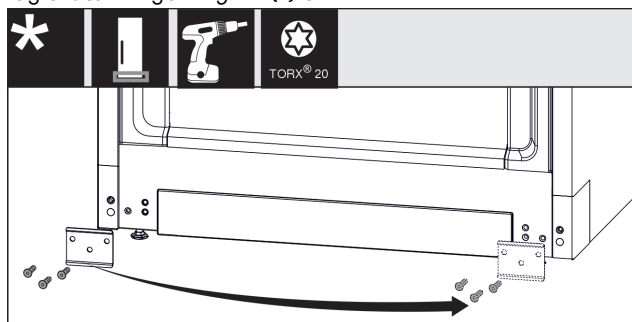

Fig. 15
- ▶ Skru pladen Fig. 15 (1) af, flyt den til den anden side, og skru den fast igen.